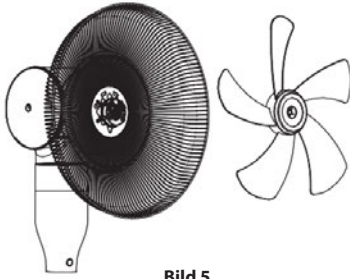

Bild 5
4. Setzen Sie die Ventilatorschaufel auf die Welle auf und befestigen diese mit der Sicherungsmutter der Ventilatorschaufel (siehe Bild 5 und 6).